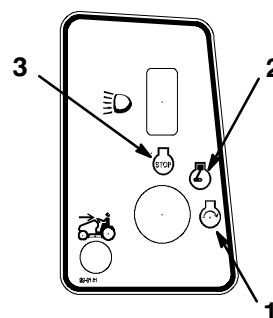

Abbildung 9
5. Den Zündschlüssel im Uhrzeigersinn drehen und in Position "START" halten (Abb. 9). Wenn der Motor anspringt, den Schlüssel loslassen.
2. Den Zündschlüssel auf "OFF" (AUS) stellen (Abb. 9).